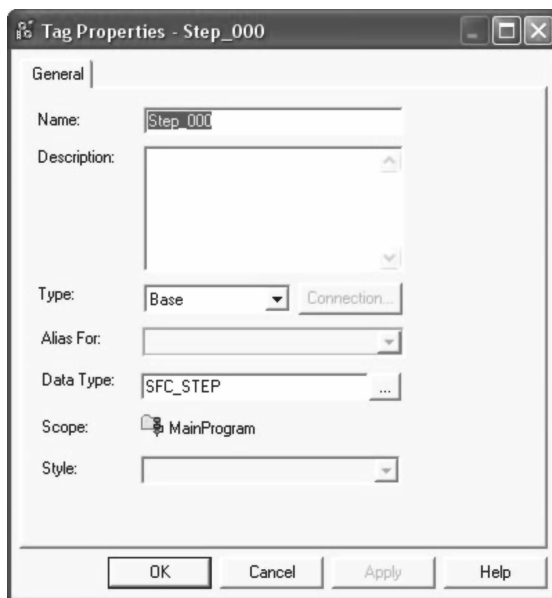

图 14-6 属性标签
8. 请注意，这是程序范围内的标签，数据类型为 SFC_STEP。按“取消”（Cancel）以关闭此窗口，如图 14-6 所示。